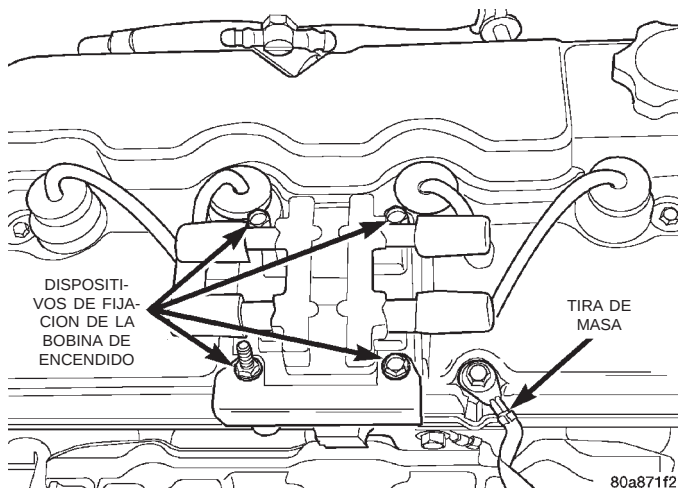

Fig. 30 Conjunto de la bobina de encendido y tira de masa
- (1) Retire el conjunto de la bobina de encendido y los cables de las bujías (Fig. 30). Retire la tira de masa.
- (2) Retire los dispositivos de fijación de la tapa de culata.
- (3) Retire la tapa de culata de la cabeza de cilindros.